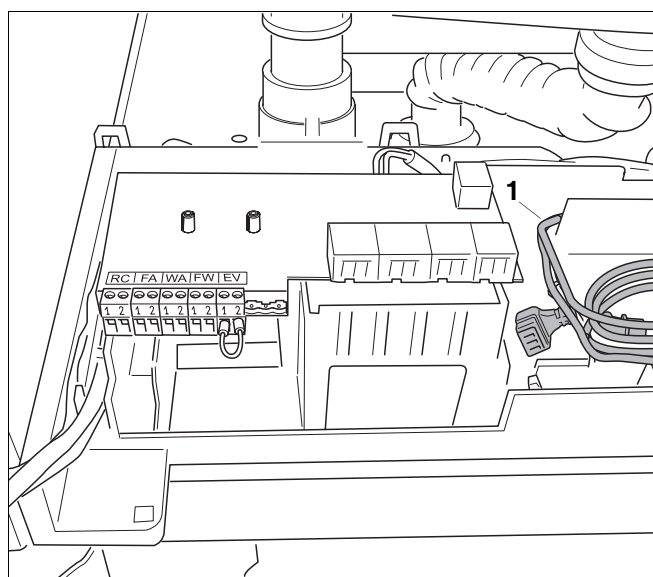
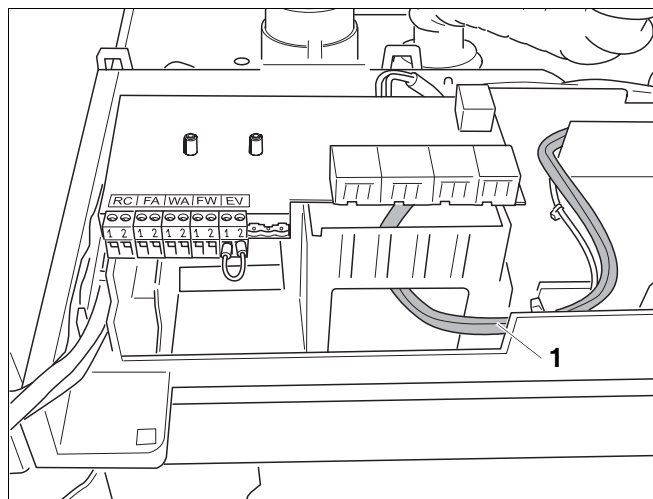

Fig. 18 Lægning af pumpekabel
Fig. 19 Lægning af pumpekabel
- Læg de 2 pumpekabler fra kedlen gennem åbningen under den elektriske tilslutningskasse (se fig. 18, **pos. 1** og fig. 19, **pos. 1**).